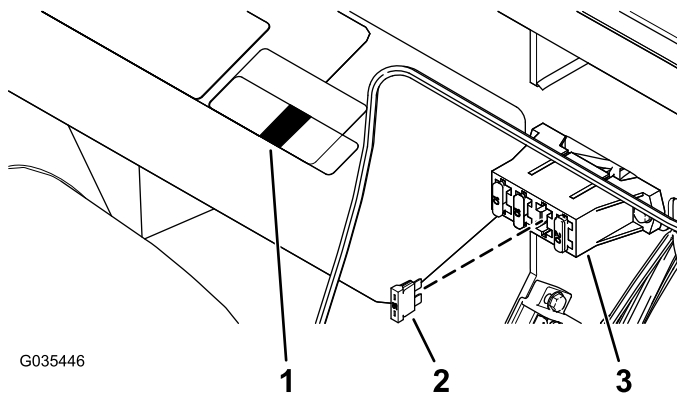
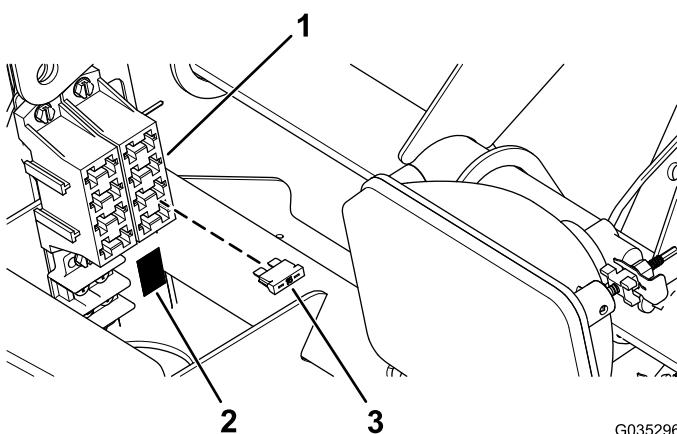

図 10
図 11
1. ヒューズブロックにヒューズを取り付けてブロックの下にデカルを貼る 図 10 または 図 11。